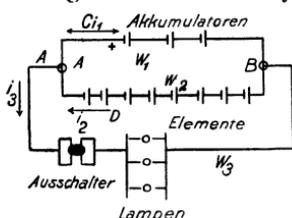

Fig. 25.
99. Jemand wünscht sich eine kleine Beleuchtungsanlage einzurichten. Er schafft zu diesem Zweck 3 [4] (5) Akkumulatoren von je 2 [1,95] (1,98) V elektromotorischer Kraft und 0,033 [0,008]
(0,009) Ω innerem Widerstande an. Parallel zu den Akkumulatoren werden zum Laden derselben 8 [11] (14) Meidinger Elemente von je 9 [10] (8) Ω innerem Widerstand und 1 [1] (1) V elektromotorischer Kraft geschaltet. An die gemeinschaftlichen Klemmen A und B (Fig. 25) werden Glühlampen, deren Kombinationswiderstand 4 [7,5] (10) Ω beträgt, angeschlossen. Gesucht wird: